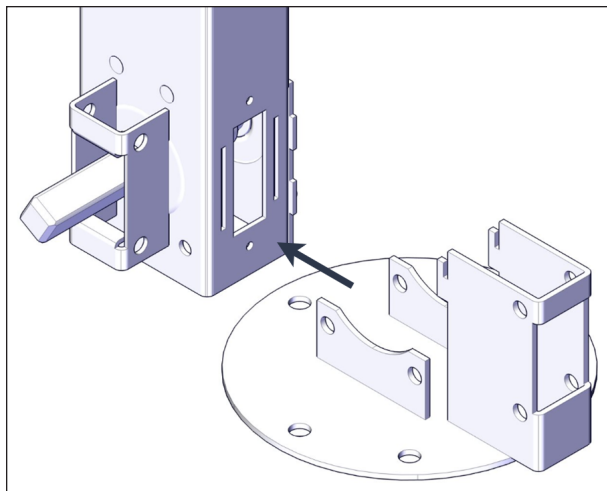
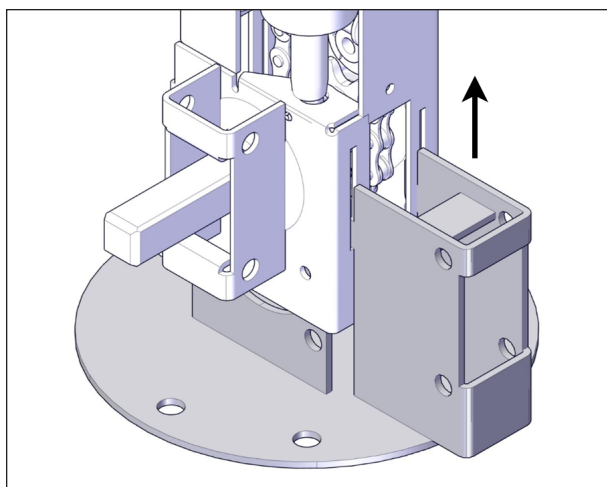

FIGURE 33: INSTALLATION DES PIEDS
FIGURE 34: INSERTION DES PATTES DANS LES RAINURES
2. Installer un pied de soutien sur un vérin sans moteur. Aligner d'abord les pattes d'alignement du pied avec les rainures à droite de l'arbre d'entraînement, voir Figure 33.
3. Glisser les pattes d'alignement du pied dans le bas des rainures du vérin, voir Figure 33 et Figure 34.
4. Pousser vers le haut pour le verrouiller en place, voir Figure 34. S'assurer d'un contact complet entre le haut des pattes et le haut